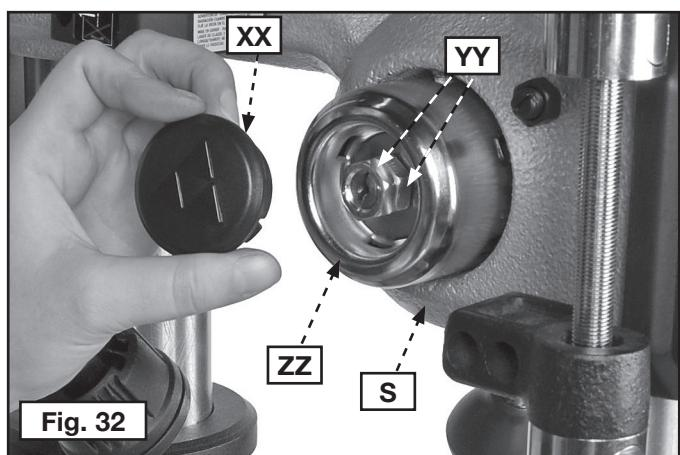
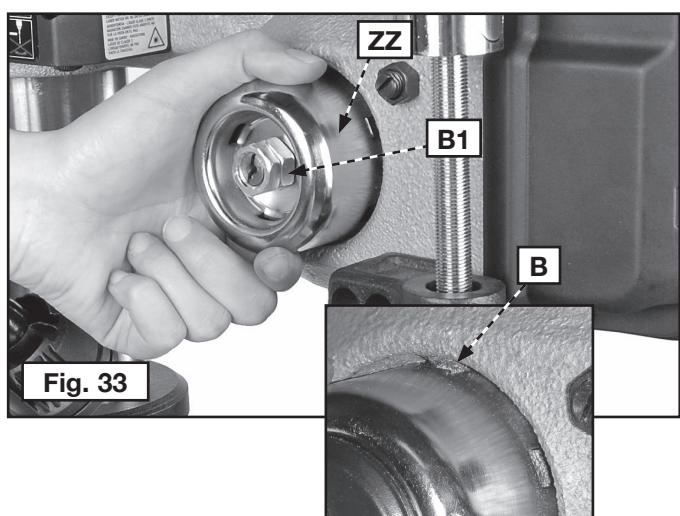

Fig. 32
Fig. 33
- Retirez le capuchon en plastique (XX), fig. 32.
- Dévissez les écrous (YY) sans les retirer. Assurez-vous que le logement du ressort (ZZ) reste en contact avec la tête de moulage (S).
- Tout en maintenant fermement le logement du ressort (fig. 33), tirez-le et faites-le tourner (vers la gauche pour accroître, et vers la droite pour diminuer) jusqu'à ce qu'il s'enclenche (B) sur l'encoche suivante du logement. Resserrez les deux écrous (YY), fig. 32, pour verrouiller le logement en place.
IMPORTANT : l'écrou interne (B1), fig. 33, ne devrait pas toucher le logement du ressort (ZZ), fig. 33.